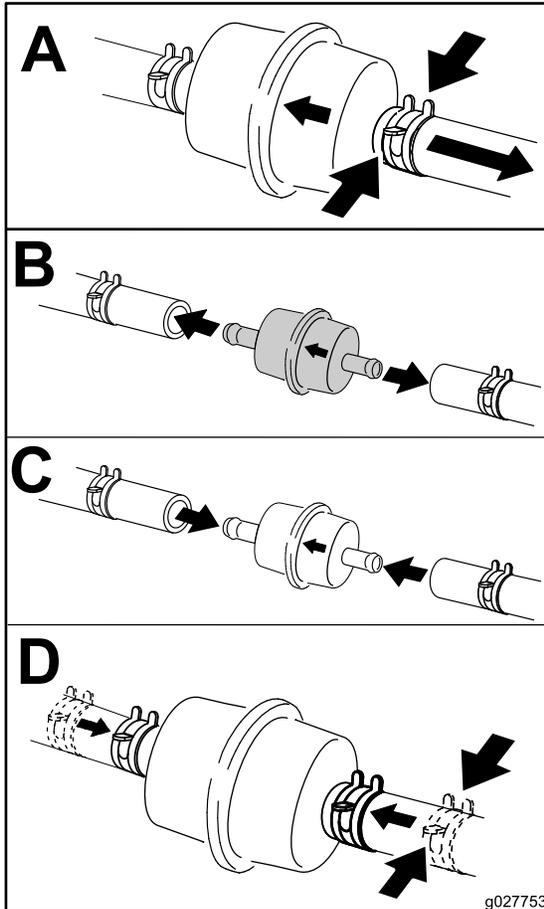

Figure 36
3. Remplacez le filtre en ligne (Figure 36).